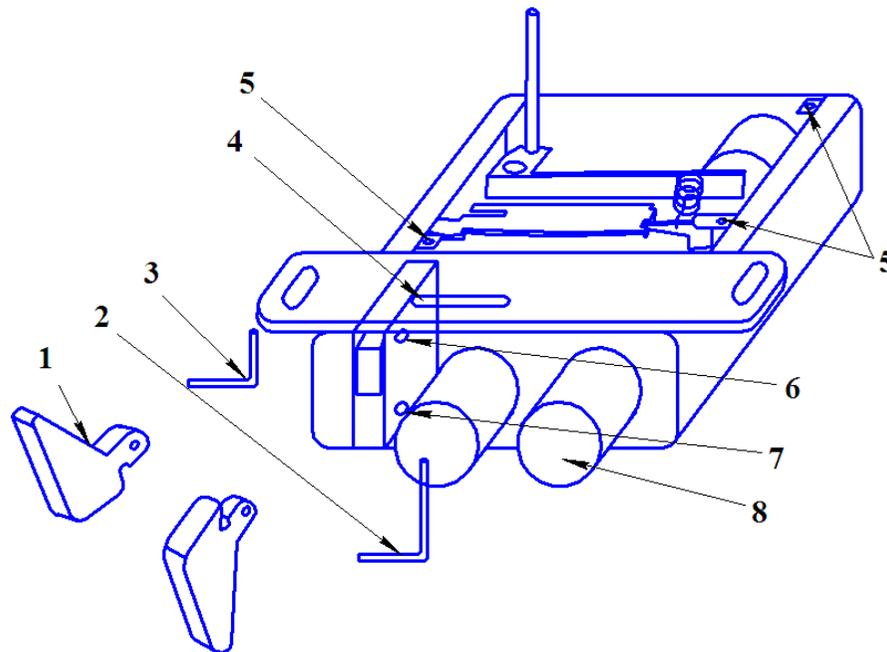

Рис.1
4.1. Электромеханический замок ПОЛИС 11 может быть установлена на двери, открывающиеся как внутрь, так и наружу. Изменение направления открывания достигается перестановкой следующих деталей: кулачка – 1, осей кулачка – 2,3 (Рис.1).